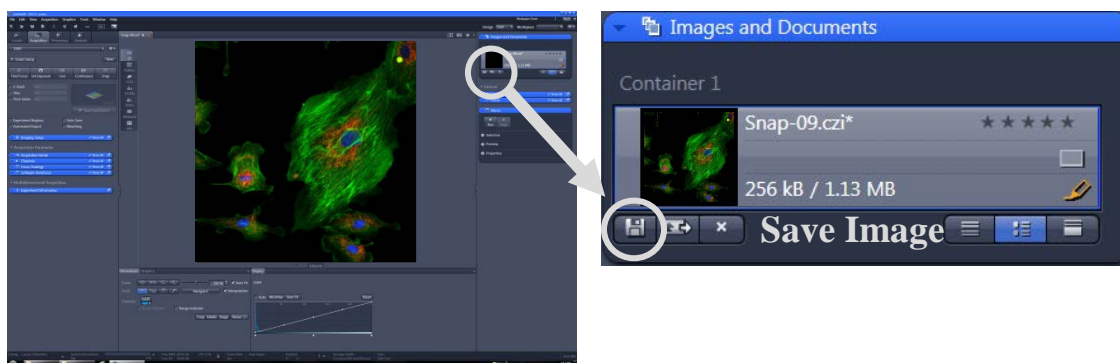

Fig.35 Save image ボタン
- ① 右ツールエリアのサムネイル表示から保存したい画像を選択します。
- ② **File – Save**(もしくは **Save as**)を選択するか、サムネイル表示中の  ボタンをクリックし、保存先を指定します (Fig. 35)。